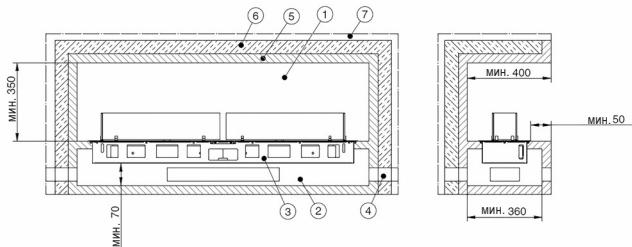

Рис. 29 Минимальные размеры топочной камеры
- В качестве изоляционных материалов используются маты, плиты или оболочки из силикатных изоляционных материалов (камень, шлак, керамические волокна) класса стройматериалов A1 в соответствии со стандартом DIN 4102, часть 1, с максимальной температурой не менее 700°C при испытании по DIN 52271 и с номинальной объемной массой 80 кг/м³. Они должны иметь соответствующий показатель теплоизоляции по AGI-Q 132 (указанный толщина теплоизоляции (рис. 29) указана для минеральной ваты по AGI Q 132).